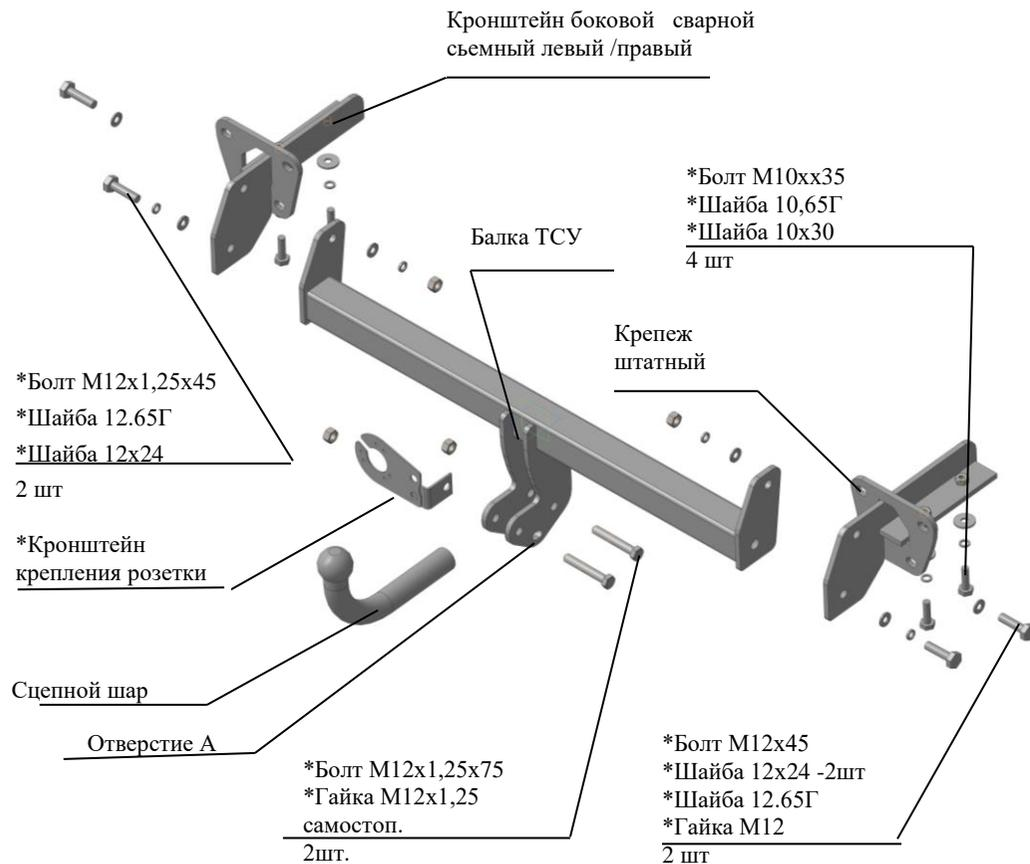

Рис.1 Тягово-сцепное устройство 8520 .
2.1 ТСУ 8520. в сборе (рис.1)	1 шт.
2.2 Пакет с комплектующими (см. рис.1)	1 шт.
4.2 Установить боковые сварные съемные кронштейны в лонжероны а/м (левый и правый соответственно рис.1), закрепить болтами М10х35, подложив под головки болтов шайбы 10.65Г и шайбы 10х30, а к фартуку а/м закрепить штатным крепежом (см.рис. 1). Крепеж не затягивать.